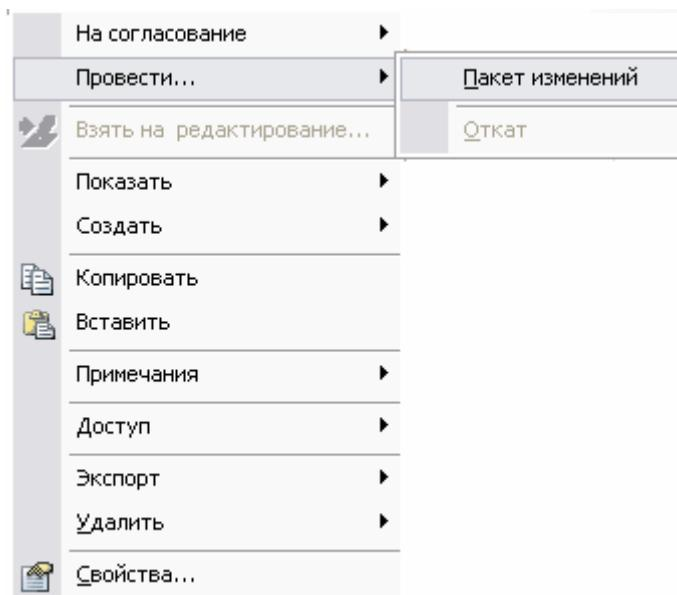
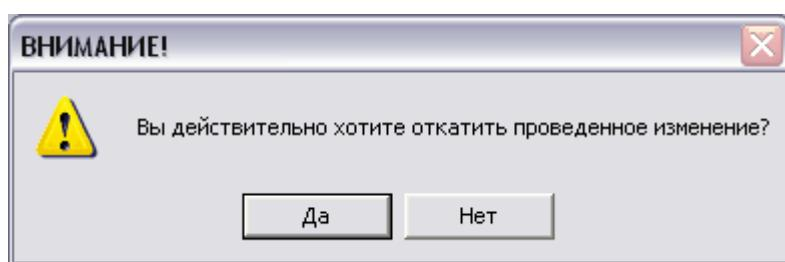

Рис. 68
Рис. 70
2. В появившемся контекстном меню выберите пункт **Провести → Пакет изменений** (Рис. 68).
После проведения изменения, оно будет отображаться в дереве объектов с иконкой ! Для отката изменения выберите пункт контекстного меню **Провести → Откат** (Рис. 68). После этого появится окно подтверждения отката изменения (Рис. 70).